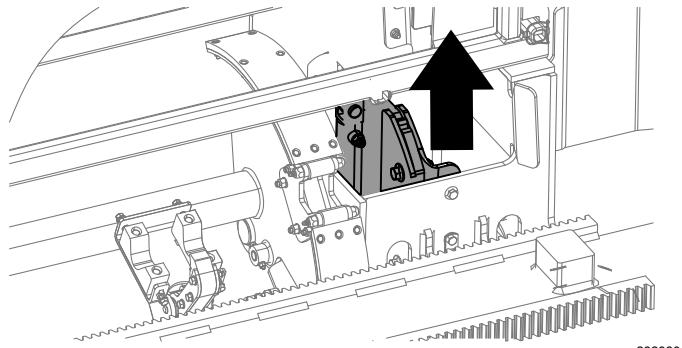

Figure 28
11. Maintenez enfoncé le bouton inférieur droit (Figure 10) sur le levier de commande à 8 boutons ou sur le bas de l'interrupteur à bascule (Figure 27) sur le levier de commande à 4 boutons jusqu'à ce que l'élévateur replace la tige dans le porte-tiges et que la came revienne à la position de repos (Figure 28).